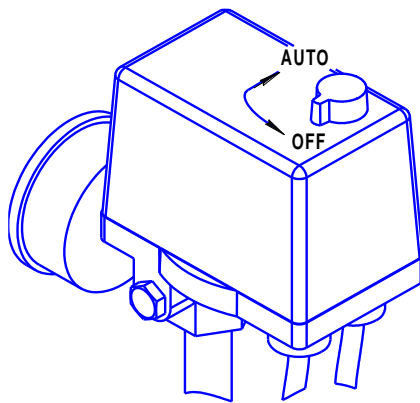

Рисунок 3
- 1 Проверьте, чтобы выключатель на прессостате находился в выключенном положении "OFF" (см. рисунок 3).
- 1 Выключить компрессор выключателем на прессостате. Для этого необходимо переключить выключатель в положение "OFF" (см. рисунок 3). После этого остановится электродвигатель и произойдет сброс давления из нагнетательного воздухопровода и поршневого блока.
Для пуска компрессора после срабатывания защиты выполните следующие действия: после того, как двигатель остынет до допустимой температуры, переключите выключатель на прессостате в положение "OFF" (см. рисунок 3), а затем включите компрессор, переключив выключатель в положение "AUTO".